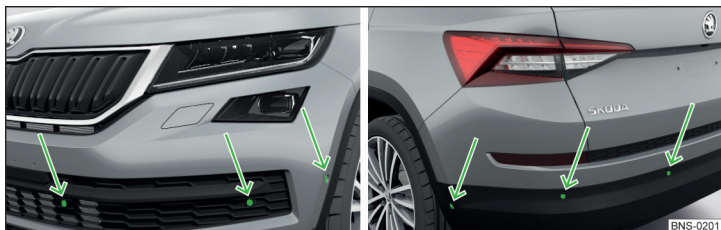

Abb. 265 Verbaort der Sensoren auf der linken Fahrzeugseite: vorn / hinten
- Die Systemsensoren » Abb. 265 auf Seite 232 sauber, schnee- sowie eisfrei halten und mit keinerlei Gegenständen abdecken, anderenfalls kann die Systemfunktion eingeschränkt sein.
Das System berechnet mithilfe von Ultraschallwellen den Abstand zwischen dem Stoßfänger und einem Hindernis. Die Ultraschallsensoren befinden sich je nach Fahrzeugausstattung im hinteren bzw. auch im vorderen Stoßfänger » Abb. 265.